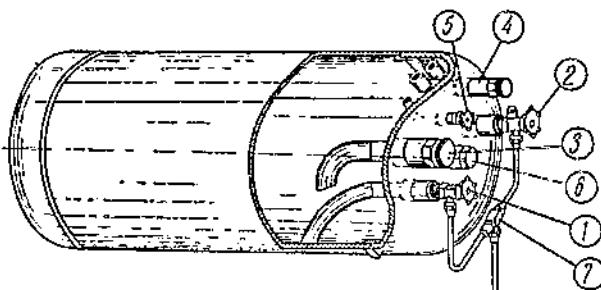

Рис. 4. Баллон для сжиженного газа с арматурой для автомобиля ГАЗ-АА и ЗИС-5
На рис. 4 схематически показан баллон автомобилей ГАЗ-АА и ЗИС-5 со всей установленной на нем арматурой.
Наполнительный клапан (3), уравнительный клапан (4) и две запорные иглы (5) служат для заправки баллона горючим, а муфта для измерителя уровня заглушена пробкой (6) (рис. 4).